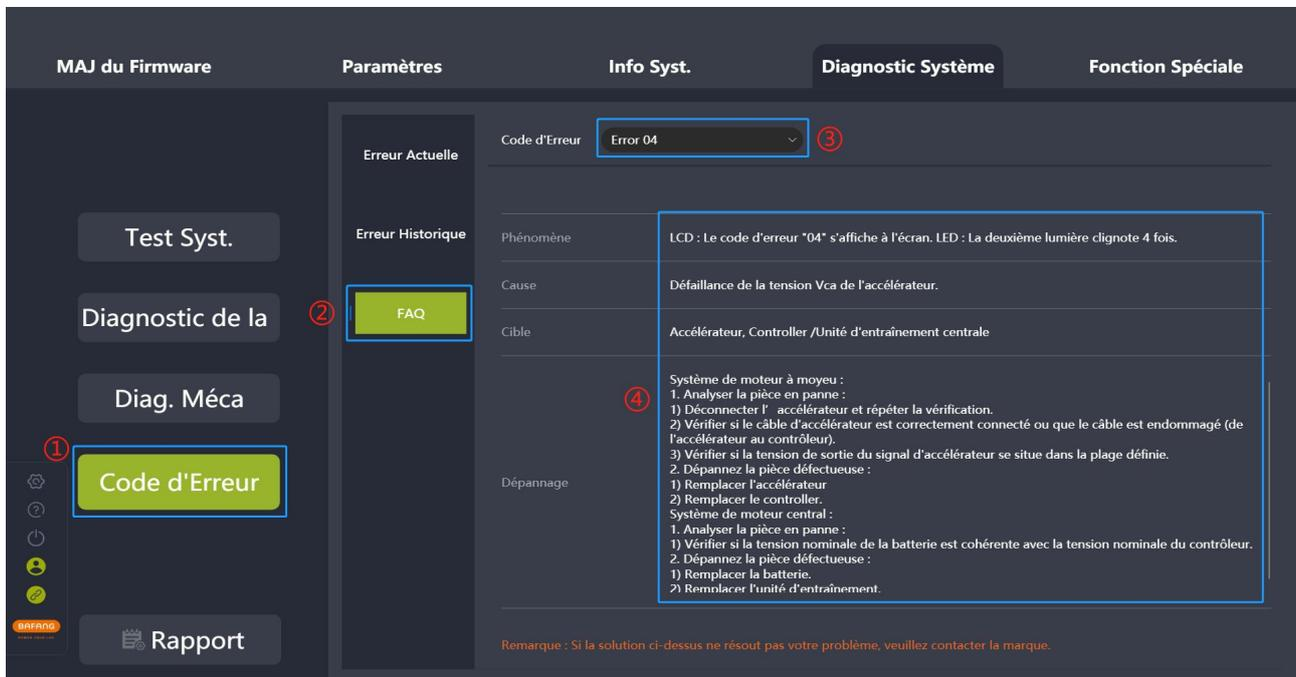

Fig. 7-8 FAQ
- (1) Cliquez sur "Rapport", et une fenêtre contextuelle vous demandera "Voulez-Vous Passer à l'Info Système ?" (Fig. 7-8).
- (2) Pour lire les informations système, cliquez sur "Info Syst." pour y accéder.
- (3) Cliquez sur "Rapport".
- (4) Sélectionnez le chemin de sauvegarde local.
- (5) Cliquez sur "Sauveg." pour générer un rapport PDF.